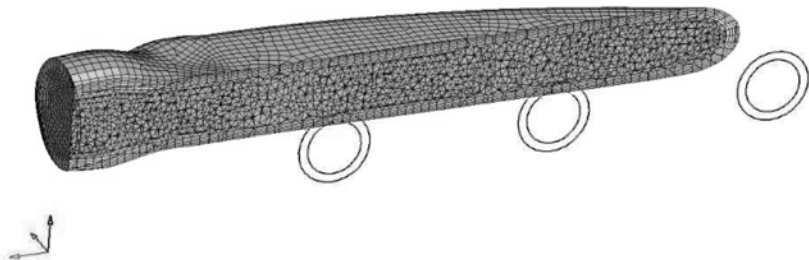

图 5-149 Hidden Line 面板观察体网格内部
(2) 用户也可以进入 Hidden Line 面板观察体网格内部。选择 BCs > Check > Hidden Lines 命令进入面板。
(3) 标题区留空并选择 yz 平面。这样将定义 yz 平面为切割平面。
(4) 保留 trim planes 和 clip boundary elements 被选中, 单击 show plot 按钮, 生成网格如图 5-149 所示。